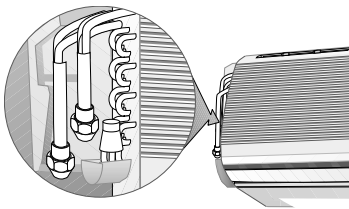

Рис. 7
- Подсоедините концы трубок к фитингам в левой части агрегата; см. рис. 7. Правила выполнения этой операции см. в разделе «Развальцовка и соединение».